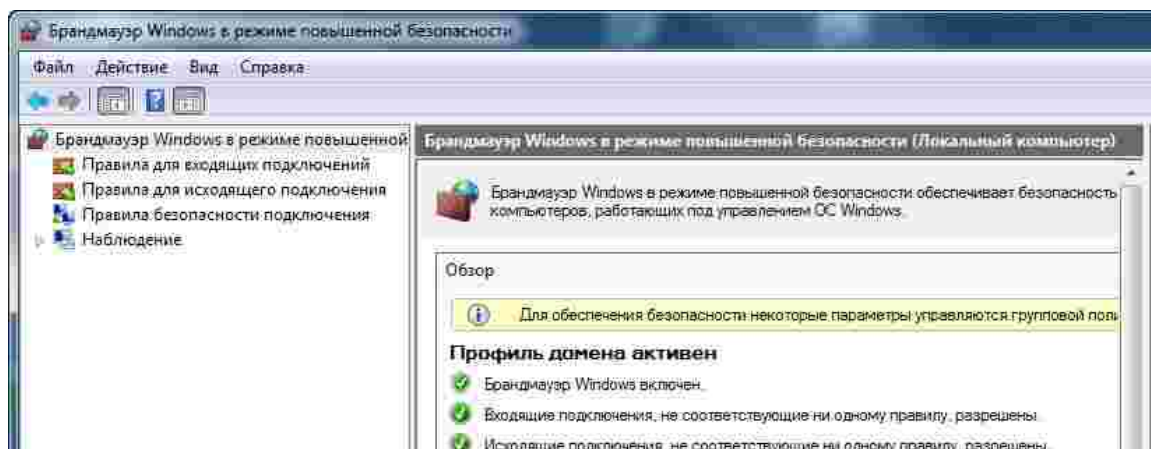

Рис. 48 Защитник Windows. Правила для входящих подключений
1. Откройте настройки правил брандмауэра (на примере стандартного Защитника Windows), см. Рис. 48.